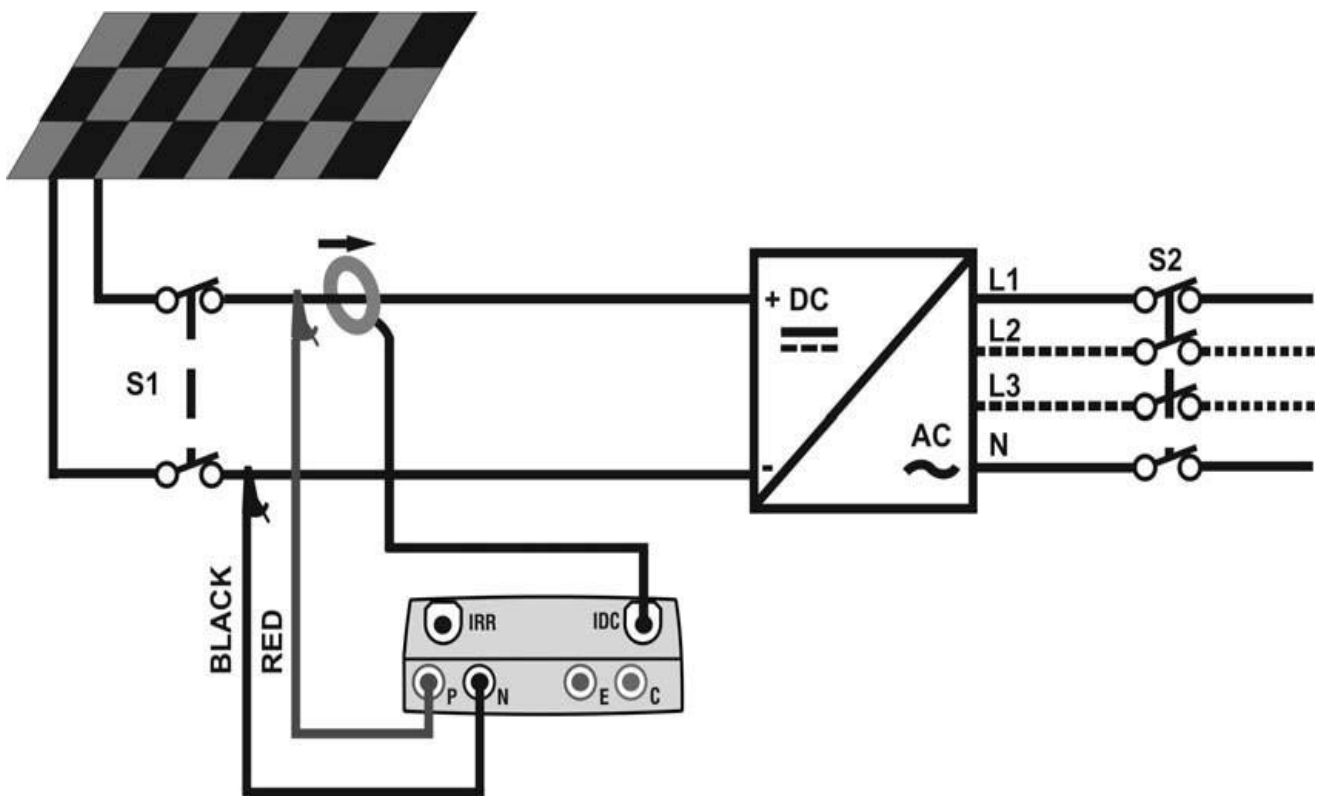

Fig. 5: Instrumentanslutning för mätning av PV-installationens parametrar utan SOLAR-02
3. Anslut ingångarna **P** och **N** till respektive positiv och negativ utgång från strängen, med hänsyn till färgindikeringarna i Fig. 5
5. Anslut DC-tången till den positiva ledaren från strängen, **med hänsyn tagen till pilens riktning** (som syns på tången). Fig. 5: Anslutning av instrumentet för effektivitetsmätning på en PV-installation. Placera tången så att käften inte är nära den negativa ledaren.